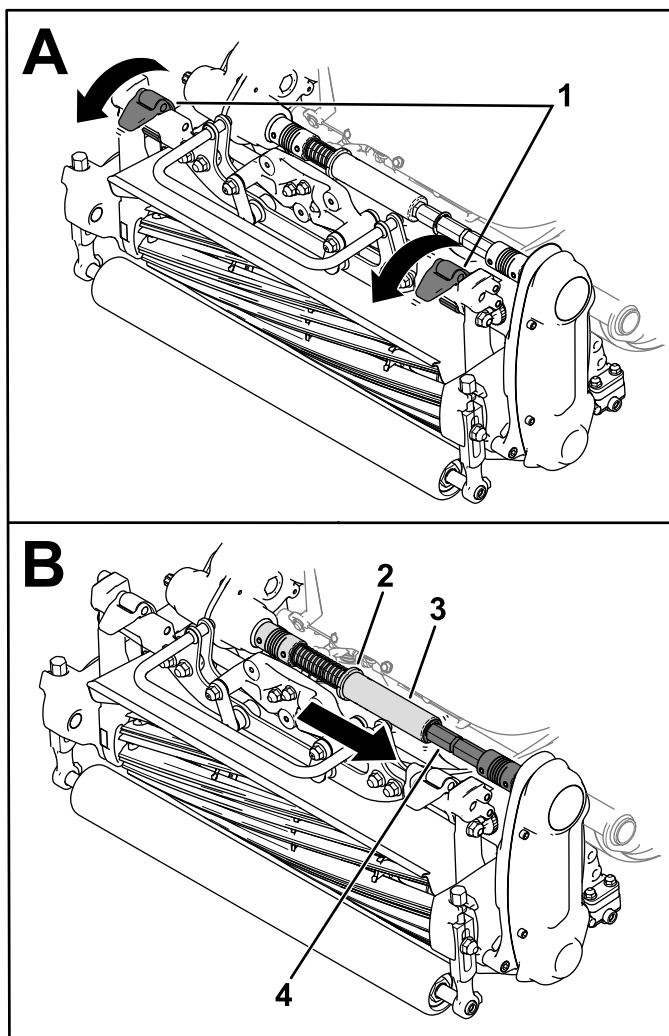

Bild 39
3. Bewegen Sie die Aufhängeriegel nach unten, um das Mähwerk an der Maschine zu befestigen (Bild 39).
4. Bewegen Sie den Bund aus der Nut der Kupplungswelle des Getriebes und führen Sie das Sechskantrohr in die Kupplungswelle des Mähwerks ein (**Bild 39**).